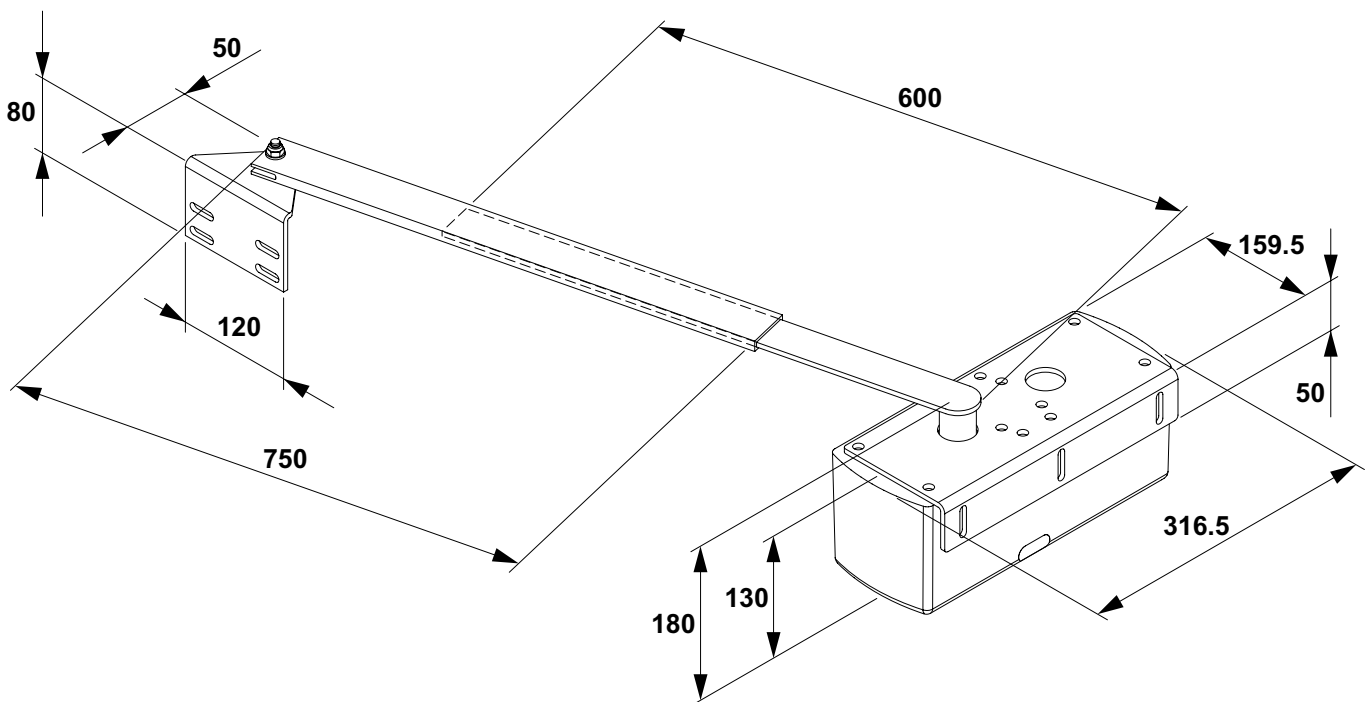

Fig.1
1. Ingombri e misure di max (fig.1)
1. Overall dimensions (fig.1)
1. RIchtraumbedarf und -Maße (Bild 1)
1. Encombremets et dimensions (fig.1)
1. Volumes y acotaciones (fig.1)